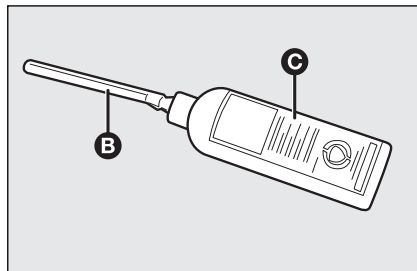

fig. 14
- visser le tuyau flexible de remplissage **B-fig. 14** au bec puis le visser à la bouteille **C**;